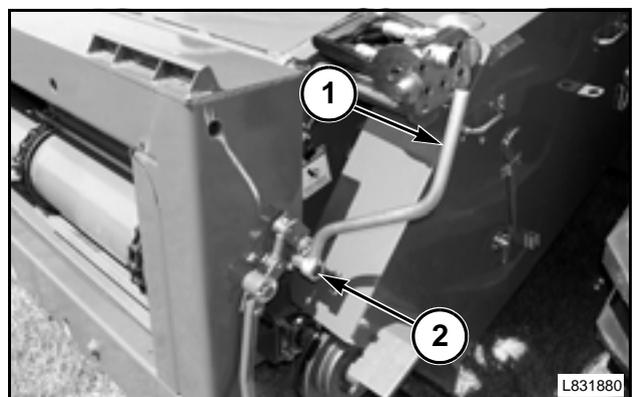

FIG. 238
FIG. 238: Colocar el encastre de la herramienta (1) sobre el muñon hexagonal (2) del encastre de traba y girar el dispositivo de la traba superior en sentido antihorario para cerrar los ganchos del cabezal.